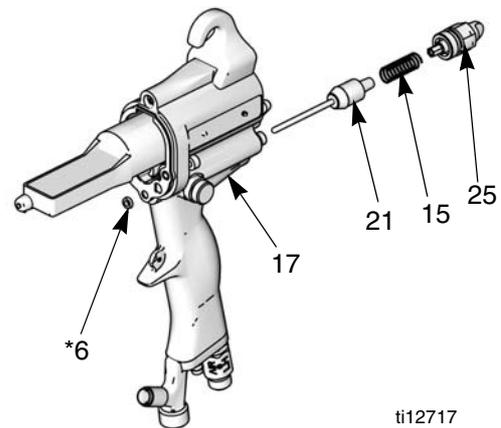

Fig. 21. Válvula pneumática
3. Remova a válvula de regulagem de fluido (25) do punho (17). Remova a mola (15). Consulte FIG. 21.